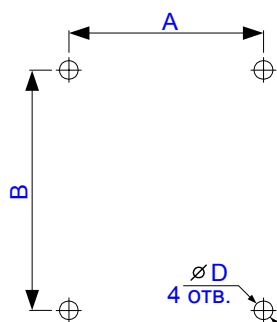

Рисунок 1. Разметка крепления шкафов.
3.9. Для ШАК предусмотрено 6 типоразмеров шкафов. Для определения типа шкафа конкретного исполнения ШАК необходимо использовать программу «Конфигуратор ШАК» (см п. 2.1.). Габаритные размеры, масса и разметка крепления шкафов приведены в Таблице 3 и Рис.1.